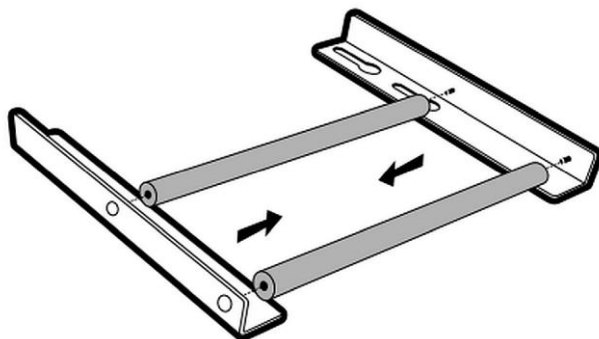

Fig. 2
1. Løsn de fire skruer på bagsiden af apparatet ved at udføre 3 fulde drejninger (fig. 2).